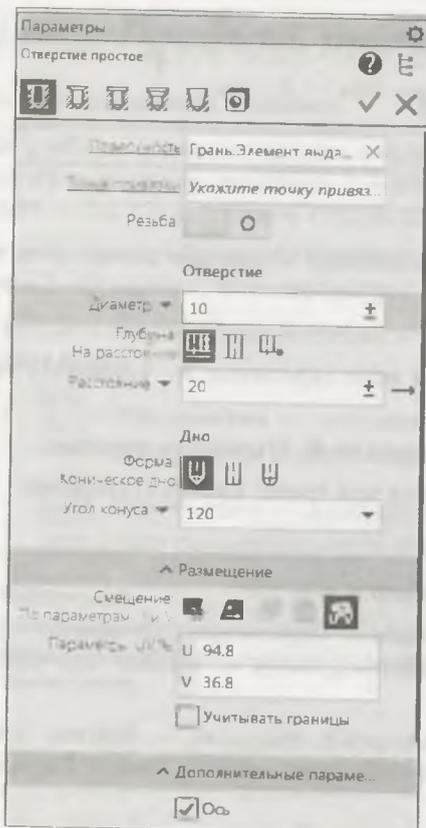

Рис. 21.17. Панель Параметры: Отверстие простое
- ◆ нажмите кнопку **Отверстие простое**. На панели **Параметры: Отверстие простое** (рис. 21.17) под заголовком имеются кнопки построения всех ранее перечисленных отверстий;